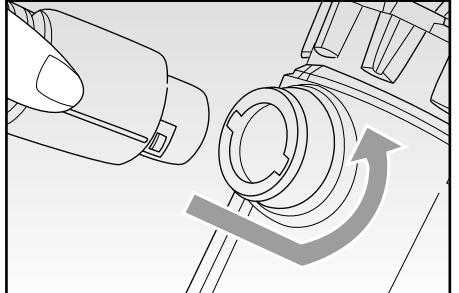

Fig. 3
- Inserire il manico (M) nell'apertura di entrata dell'aria (G) ruotandolo leggermente fino al completo bloccaggio (Fig. 3).